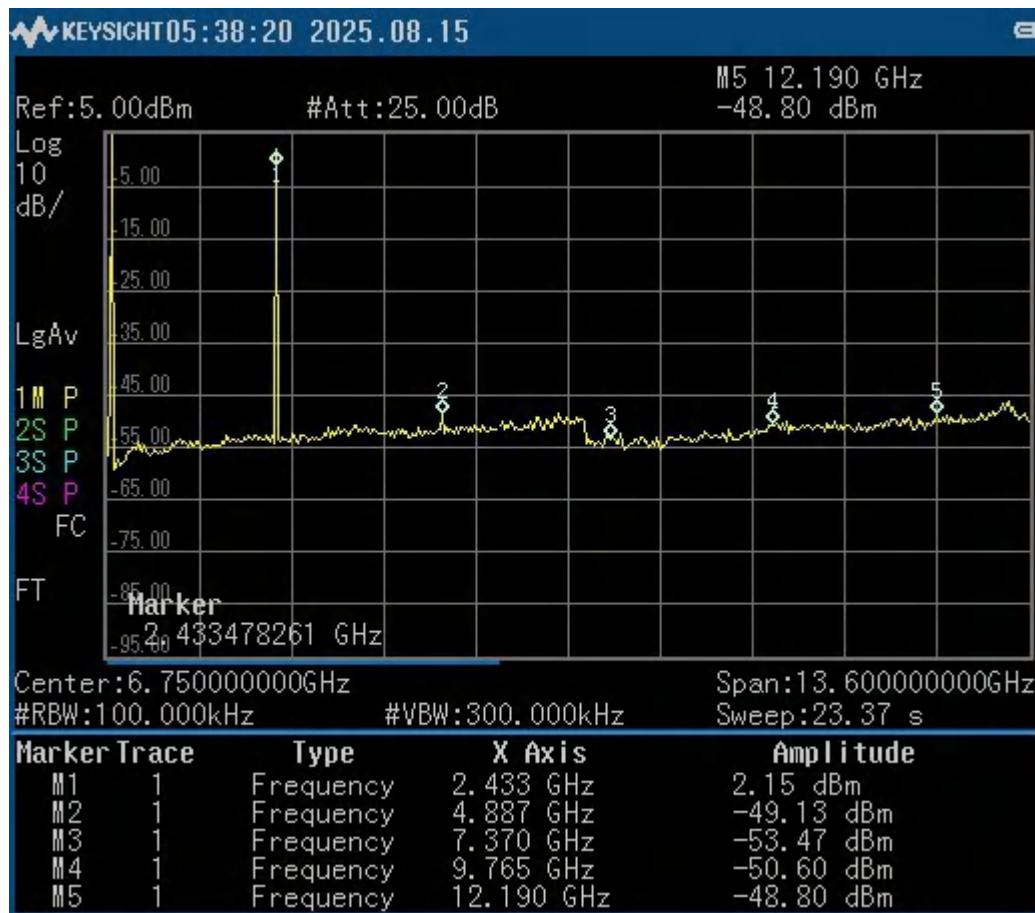

図 7-19. スピアス放射テストからのスペクトル アナライザ出力
- ステップ 3: スペクトル アナライザの最小制限値から最大制限値までのスピアスを測定します。(スペクトル アナライザの結果の例については 図 7-19 を参照してください。示されているスピアスは高調波です)